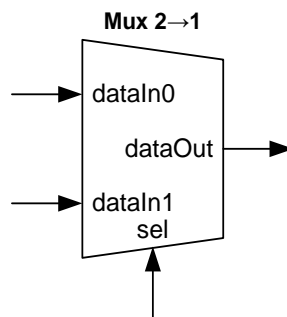

Figura 6 – Interface do multiplexador 2→1.
**1.** Escreva no seu *log book* código VHDL para definir um multiplexador 2:1 com interface de acordo com a Figura 6 e arquitetura baseada num processo (*process*).